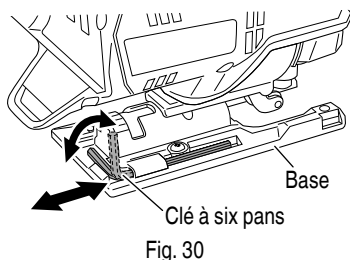

Fig. 30
- Il est possible de ranger la clé à six pans dans la base (Fig. 30).